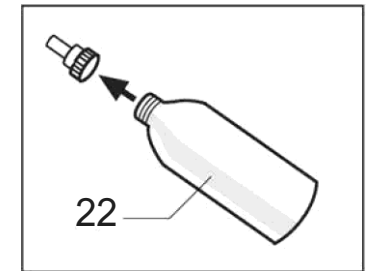

Abb. 2
Flaschenverschluss (22) der mitgelieferten Flasche abnehmen; Flasche vorzugsweise mit entmineralisiertem Wasser füllen; Flasche mit dem abgenommenen Verschluss wieder schließen (Abb. 2).